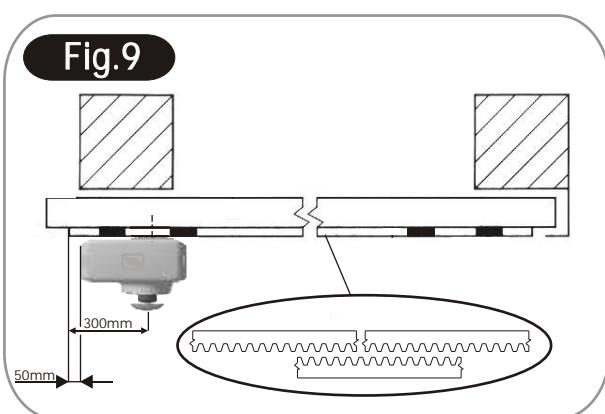

Fig.9
- 4 Poser le premier élément de la crémaillère sur le pignon en le faisant dépasser de 50mm du motoréducteur (voir **Fig.9**) de l'espace nécessaire pour l'étrier du fin de course.
- 6 Poursuivre le montage de la crémaillère en alignant les modules l'un après l'autre, sans oublier que pour fixer les modules correctement il faut utiliser une pièce de crémaillère d'environ 150mm pour faire coïncider la denture (**Fig.9**). Après avoir fixé le dernier, si une pièce de la crémaillère dépasse, il faut la couper à l'aide d'une petite scie.